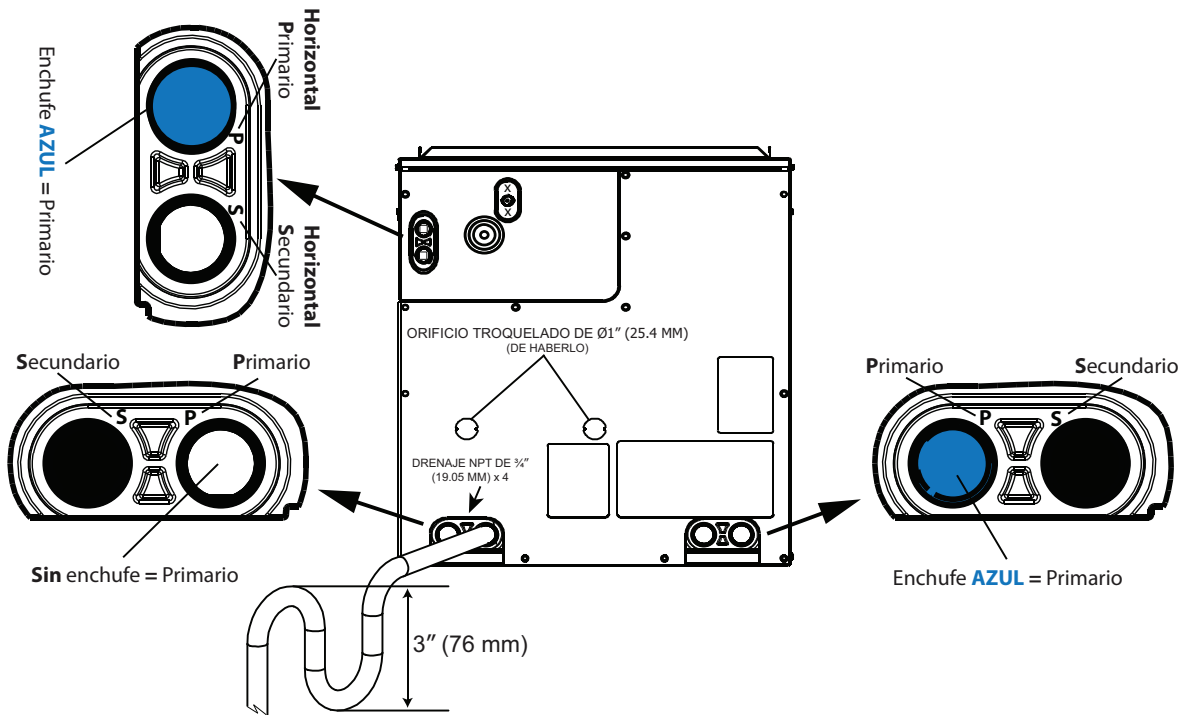

Fig. 15: Trampa y drenaje de condensado (se muestra en configuración vertical)
IMPORTANTE: Según la fecha de fabricación, los drenajes primarios y secundarios de la unidad se pueden revertir de la configuración acostumbrada. Revise cuidadosamente antes de conectar el drenaje. Consulte la Fig. 15.
- Haga que la trampa tenga una profundidad de al menos 3 in (76 mm) y que no supere en altura la parte inferior de la abertura de drenaje de condensado de la unidad (Fig. 15).